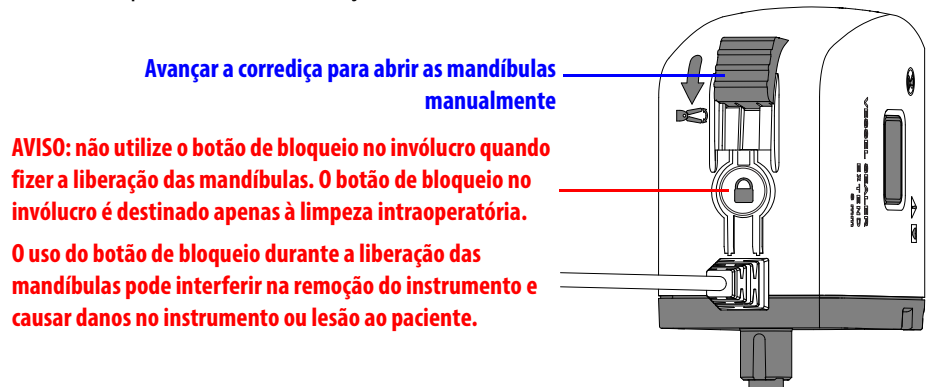

Figura 2.13 Abra as mandíbulas para limpeza
- Avance a corredeira de liberação da mandíbula no invólucro do instrumento, na direção da seta (Figura 2.13). Avance a corredeira de liberação até o fim da faixa de movimento para abrir completamente as mandíbulas.
Opcionalmente, para travar as mandíbulas abertas, segure a corredeira de liberação na extremidade da respectiva faixa de movimento e pressione e segure o botão de bloqueio (Figura 2.13), depois libere a corredeira.